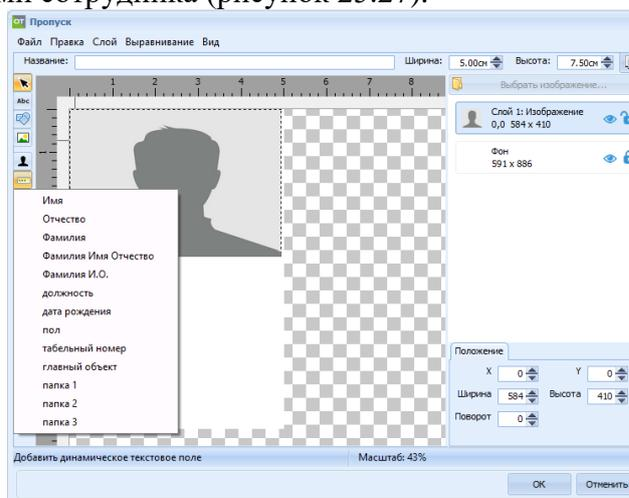

Рисунок 25.27 – Слой динамическое текстовое поле
– Слой динамическое текстовое поле: добавляет слой с текстом, который связан с текстовыми полями сотрудника (рисунок 25.27).